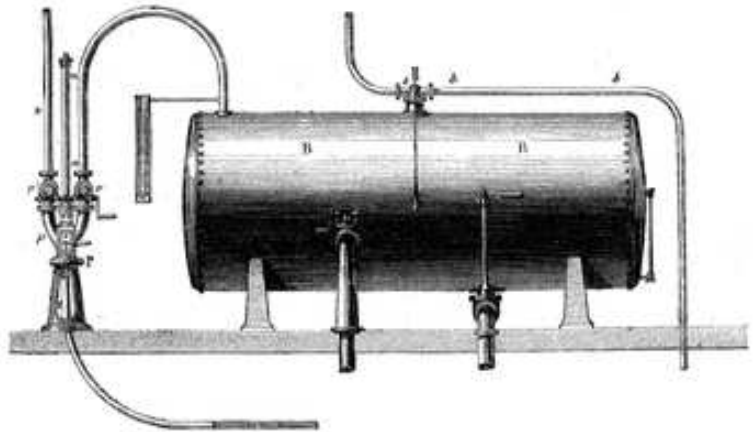

Fig. 1. Appareil à production de l'air comprimé.
Chaque quart d'heure, un train omnibus quitte la rue de Grenelle, et franchit la distance qui la sépare du bureau de la rue Boissy-d'Anglas (1 500 mètres) en *une minute et demie*. Là il est reçu dans une colonne verticale **P** (fig. 1), et l'on en tire la boîte qui apporte les dépêches à distribuer dans le quartier, les autres sont remises dans la section de ligne qui se dirige vers le Grand-Hôtel, et où y ajoute une nouvelle boîte emportant les dépêches à *transmettre*, déposées depuis le dernier courrier.
**Production de l'air comprimé ou raréfié.** — Divers systèmes sont employés. Le premier en date est une application du principe de l'appareil de physique connu sous le nom de *Fontaine de Héron*. On transvase l'air atmosphérique d'un premier récipient **B** (fig. 1), dans un second récipient communiquant avec le premier au moyen du tube *bb*, par une introduction d'eau dans le récipient **B**. L'air ainsi forcé est puisé dans le récipient pour être dépensé dans le tube. La facilité que procure la canalisation d'eau de la ville de Paris de renouveler autant que l'on veut cette opération, a rendu ce moyen très-pratique en fournissant une solution élégante.